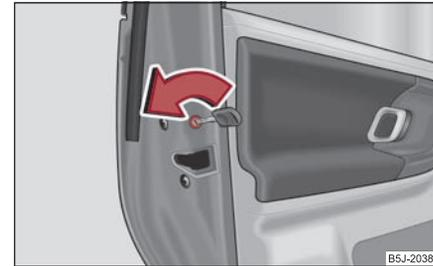

Abb. 35 Kindersicherung an den hinteren Türen
- Drehen Sie mit dem Fahrzeugschlüssel den Schlitz an der hinteren Tür in Pfeilrichtung ⇒ **Abb. 35**.